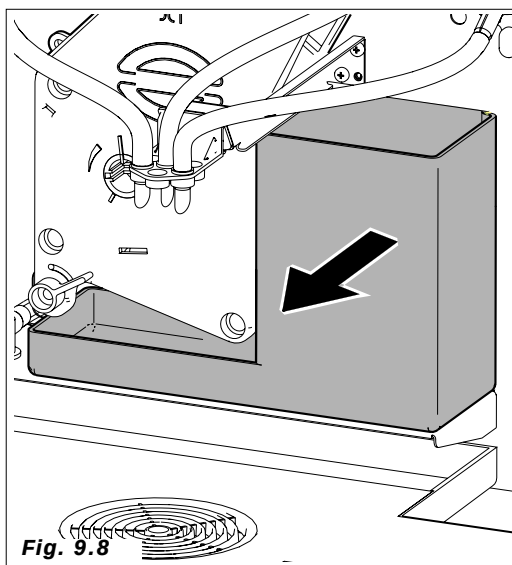

Fig.9.8
- sustituir el contenedor de los posos de café, (versiones de café en grano) (Fig.9.8)